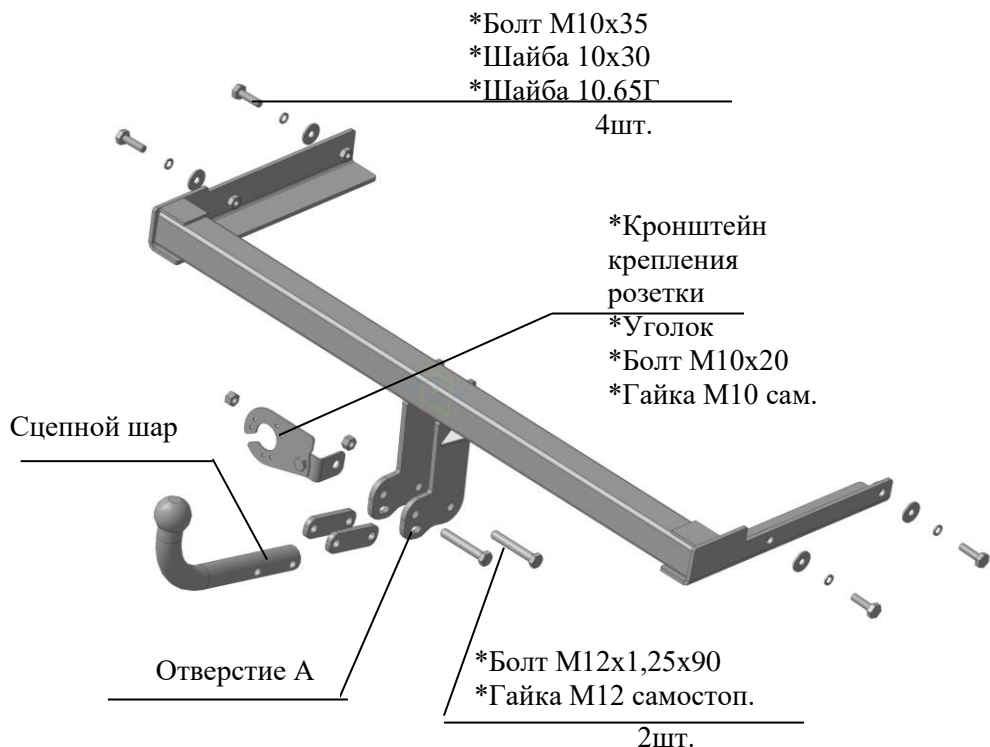

Рис.1 Тягово-сцепное устройство ТСУ 9131.
2.1 ТСУ 9131 в сборе (рис.1)	1 шт.
2.2 Пакет с комплектующими (см. рис.1) Защитный колпак	1 шт.
4.6 Установить сцепной шар и кронштейн крепления розетки (предварительно собрав кронштейн, как показано на рис.1), используя болты М12х1,25х90 и гайки самостопорящиеся.